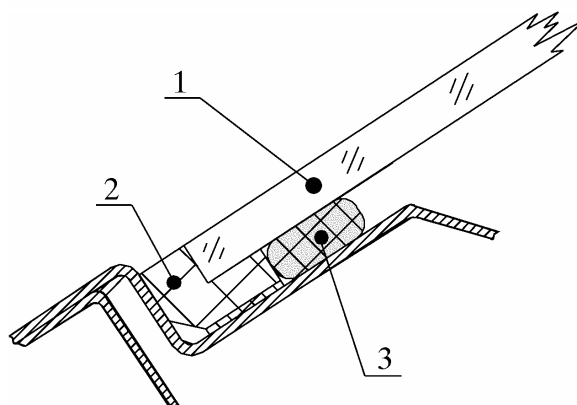

Рис. 17. Установка стекла
6.15. Установить стекло 1 (рис.17) в проем ветрового окна таким образом, чтобы верхний край стекла с надетым уплотнителем упирался в верхнюю кромку фланца проема ветрового окна, а нижний лёг на два упора 2.